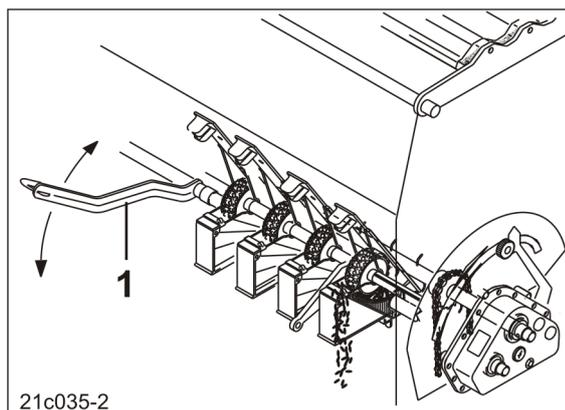

Fig. 152
8. Den Bodenklappenhebel (Fig. 152/1) während des Befüllens des Saatgutbehälters auf eine Position zwischen 1 und 4 einstellen.